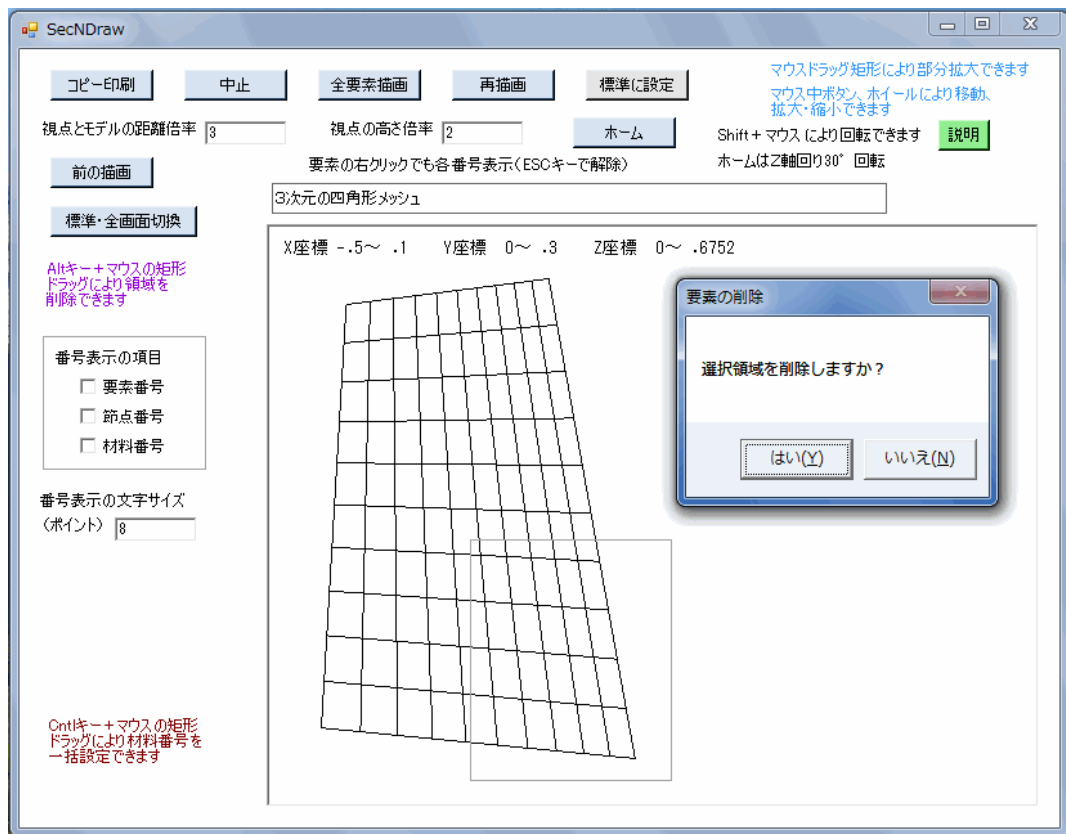
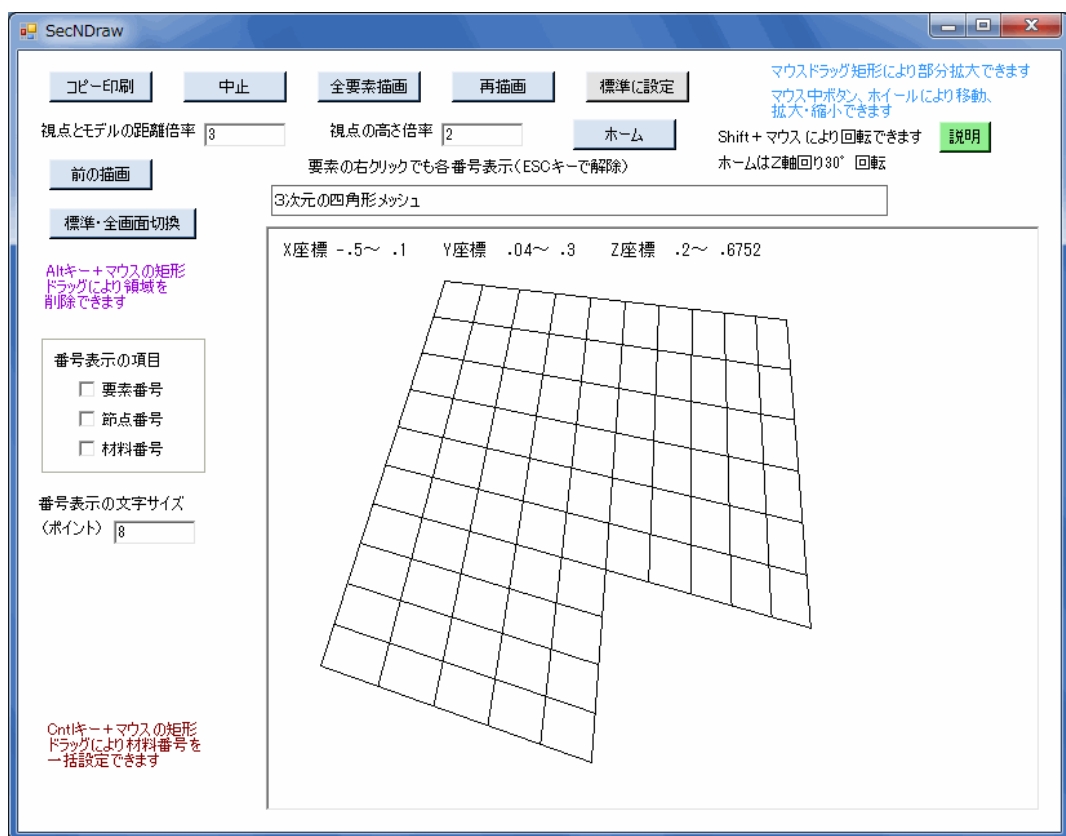

図10-9 平面作画の「Altキー+マウス」ドラッグ矩形に領域削除設定画面例
図10-10 平面作画の「Altキー+マウス」ドラッグ矩形による領域削除結果
4) 「Altキー+マウス」で矩形ドラッグすると、図10-9のように要素削除の確認ダイアログ出て、領域の要素を削除できます。その結果を図10-10に示します。